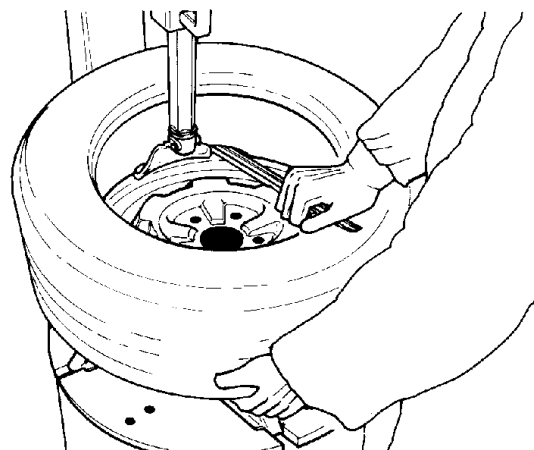

Fig.17
**H.** Démontez le deuxième talon en exécutant les mêmes opérations. Cette fois, lever le talon en face de la tête de montage/démontage pour le maintenir dans la base creuse (Fig.17).